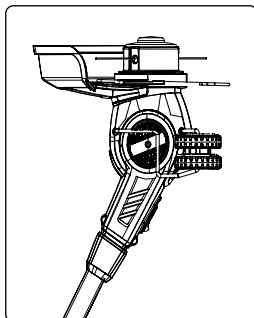

Рис. 3
- Вставьте защитный кожух в паз, на который указывает стрелка как на Рис. 3.